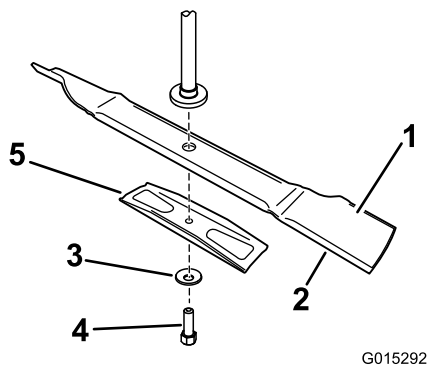

Figure 47
Tenez la lame à son extrémité avec un chiffon ou un gant épais. Enlevez de l'axe, le boulon, la rondelle bombée, le renfort et la lame (Figure 47).
- Montez le renfort, la rondelle bombée (face concave vers la lame) et le boulon de lame (Figure 47).
- Placez la lame sur l'axe (Figure 47).